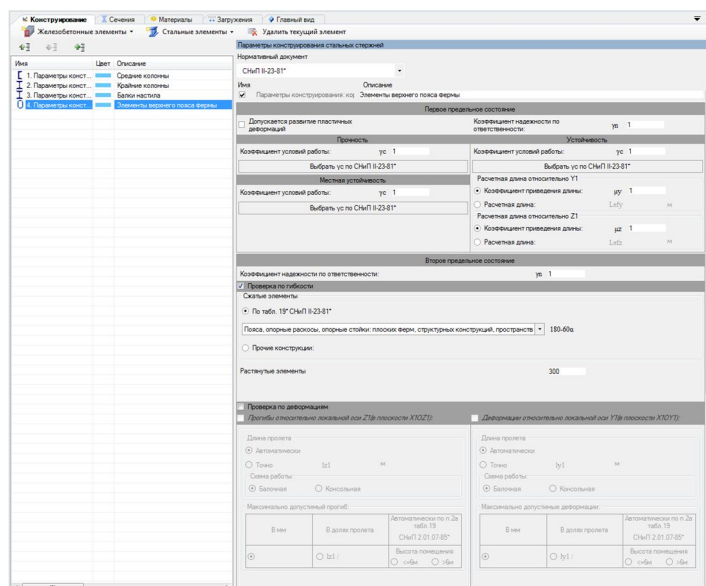

Рис. 22. Редактор параметров конструирования элементов верхнего пояса фермы
- В разделе **Первое предельное состояние** задайте (рис. 22):